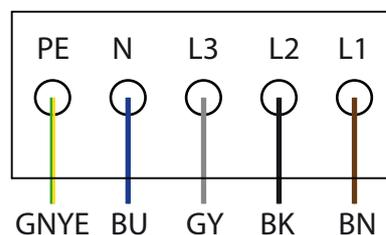

Figura 8: morsetti di collegamento CA
6. Collegare i conduttori corrispondentemente alle diciture presenti sui morsetti del circuito stampato (Figura 8 a pagina 21).